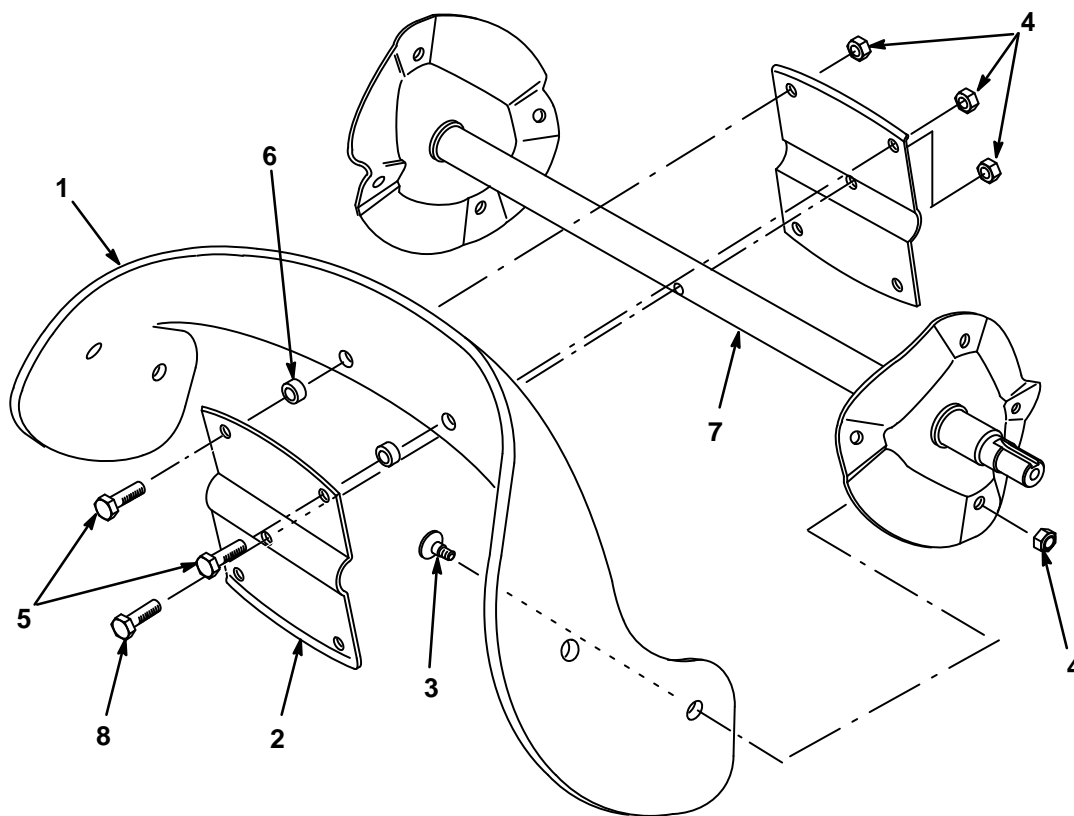

Figure 26
- Retirer les 4 vis torx et les 4 écrous qui fixent les extrémités de la lame de rotor à l'ensemble d'arbre de rotor (Fig. 26).
- Retirer les 2 boulons six pans, entretoises et écrous qui fixent la partie centrale de la lame aux plaques d'acier (Fig. 26).
- Desserrer le boulon six pans qui fixe les plaques d'acier à l'arbre du rotor (Fig. 26).
- Glisser la lame hors des plaques d'acier (Fig. 26).
3. Fixer la lame de rotor aux plaques d'acier à l'aide de 2 boulons six pans, 2 entretoises et 2 écrous, en plaçant la tête des boulons du côté épais de la lame (Fig. 26).
4. Incurver la lame et la fixer à l'aide des 4 vis torx qui restent et de leurs écrous, en plaçant la tête des vis du côté épais de la lame (Fig. 26).